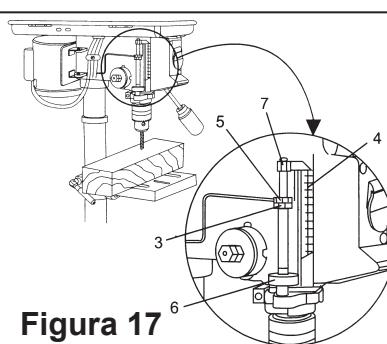

Figura 17
- D. Haga girar la tuerca del cable inferior (3) hacia abajo para ponerse en contacto con la profundidad stop lug (6) en la cabeza (Figura 17).
- E. Haga girar la tuerca superior (5) hacia abajo y apriete contra la tuerca del cable inferior (3) (Figura 17).
Profundidad escala método (Figura 17)